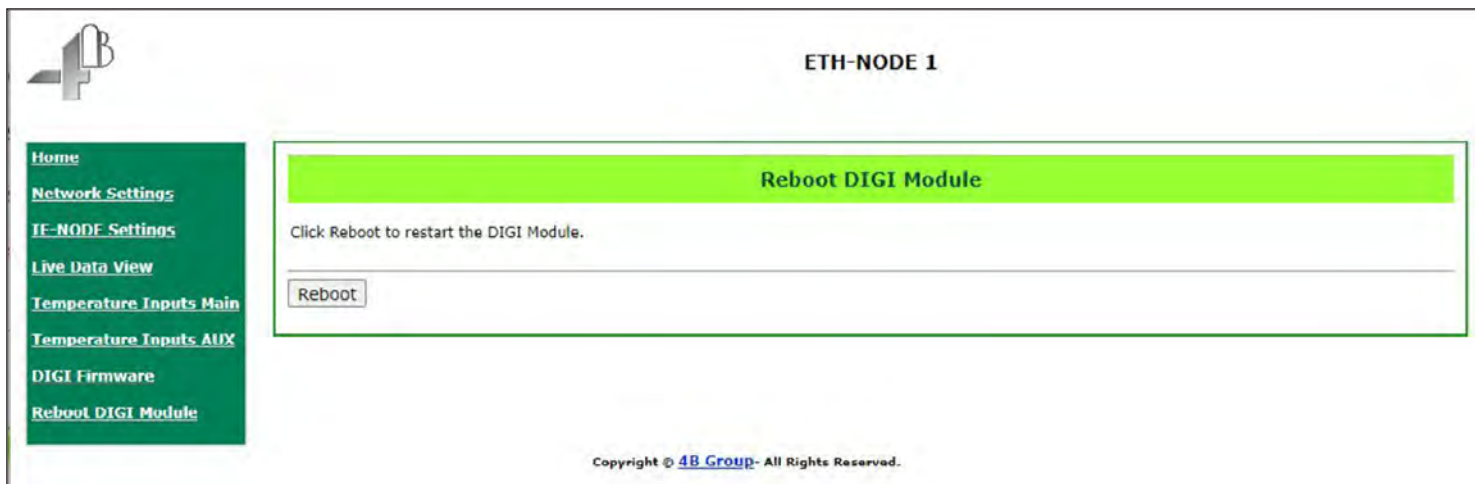

Imagen 21 – Reinicio De Módulo DIGI De IE-NODE
13.7 REINICIAR MÓDULO DIGI (IMAGEN 21)